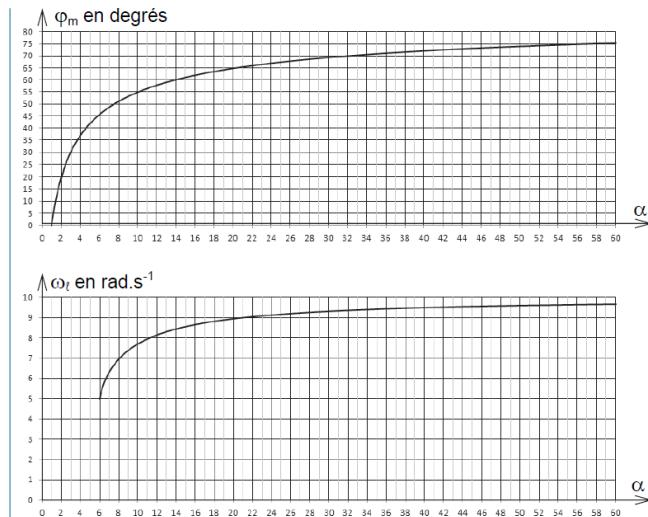

FIGURE 4 – Aboques de réglage de  $H(p)$  en fréquentiel
On donne (Figure 4) l'évolution de cette pulsation  $\omega_\ell$  en fonction de  $\alpha$  et un abaque qui représente la valeur maximale  $\varphi_m$  de  $\varphi(\omega)$  en fonction de  $\alpha$ .
**Question 6** Peut-on obtenir la valeur minimale de la pulsation de coupure à 0 dB en boucle ouverte,  $\omega_0$ , fixée au cahier des charges en modifiant la valeur de  $\alpha$  et/ou  $K_i$ ? On pourra s'aider des abaques fournis (Figure 4) pour justifier la réponse.